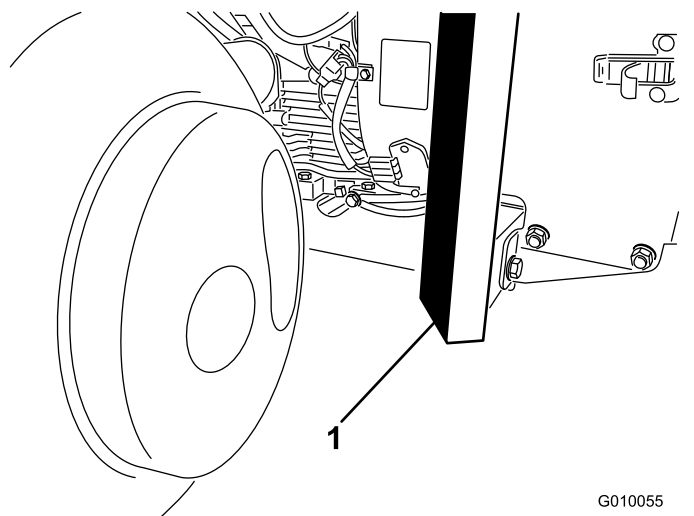

図 36
3. 機体前部のフレームの下にジャッキを確実に置く 図 36。